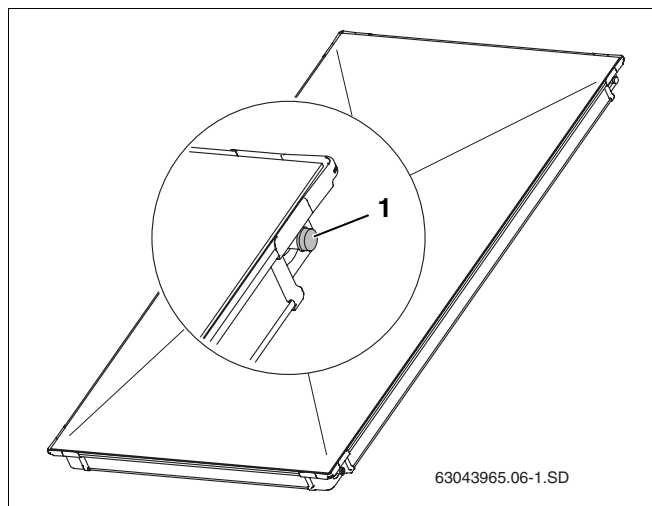

Fig. 5 Capuchons en plastique sur les raccordements de capteurs
- Retirez les capuchons en plastique (fig. 5, **pos. 1**) juste avant le montage.